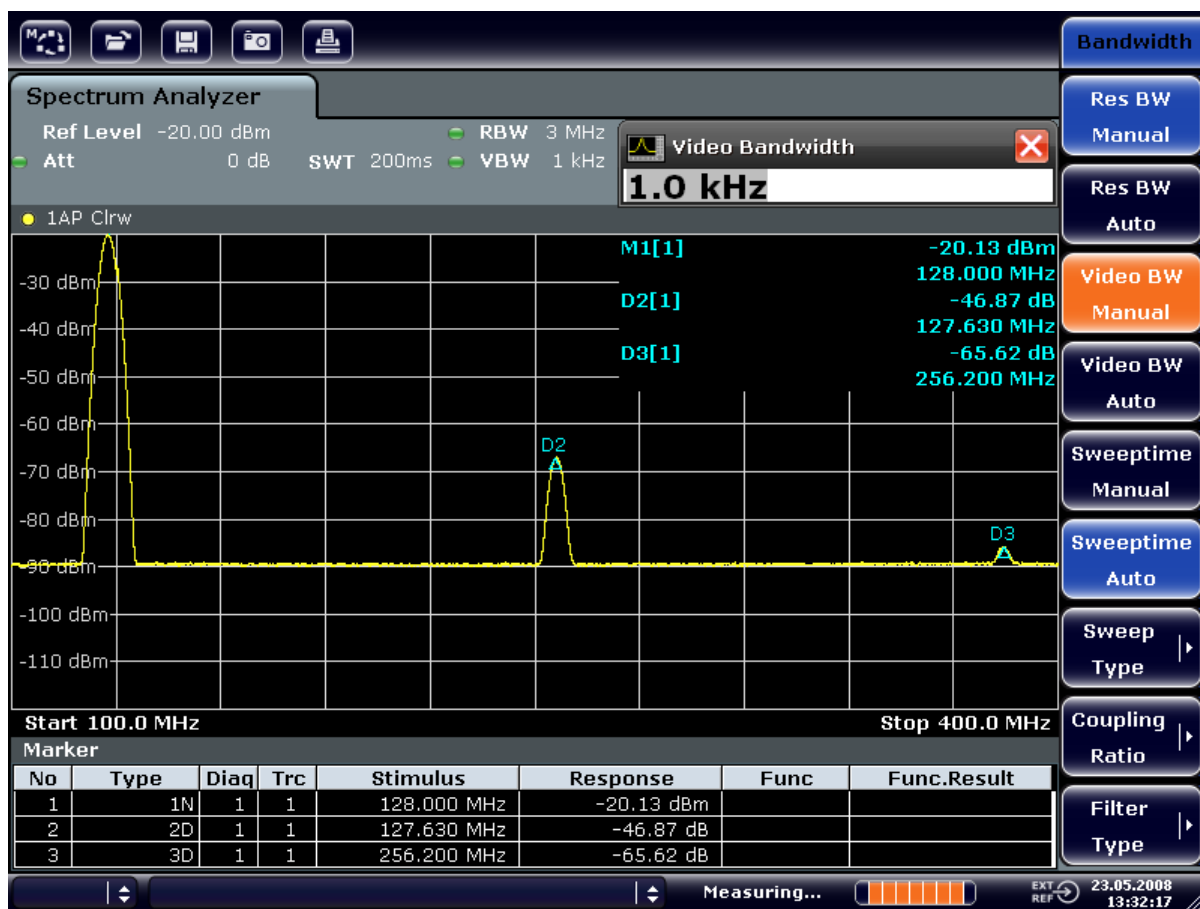

Рис. 6-3: Подавление шума при измерениях гармоник путем уменьшения видеополосы
3. Уменьшите видеополосу до 1 кГц (например), путем ввода 1 kHz . Это существенно сглаживает шум, а время развертки увеличивается до 200 мс. Другими словами, это измерение займет значительно больше времени. Отображаемая видеополоса отмечена жирной точкой, показывающей, что она уже не привязана более к полосе разрешения рис. 6-3).